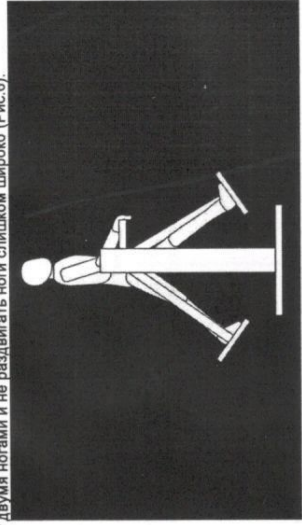

Рис.6
- 11.4 Тренажер развивает координацию движений, укрепляет мышцы и суставы тела в области талии и поясницы. Встать на подножки держась за поручень. Колени немного согнуть. Начать поочередно передвигать ногами «вперед-назад». Внимание! Обязательно держитесь за поручень. Во избежание падений и получения травм не расставаться в одну сторону двумя ногами и не раздвигать ноги слишком широко (Рис.6).